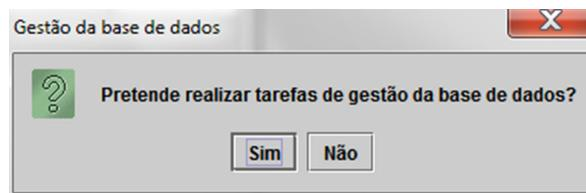
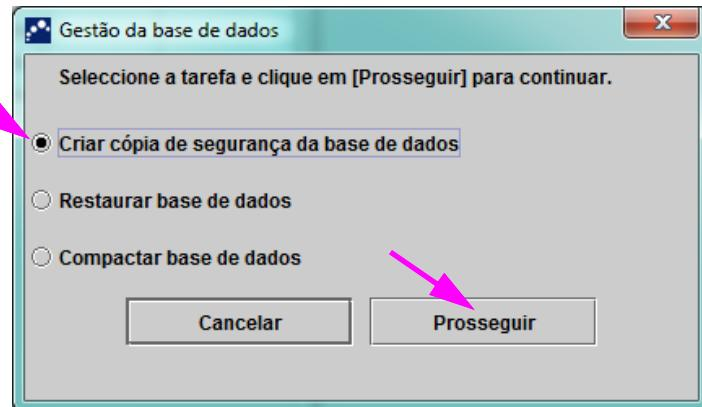

Figura 2-99. Caixa de diálogo Gestão da base de dados
Figura 2-100. Caixa de diálogo Gestão da base de dados
- Se a caixa de **Lembretes de gestão da base de dados** na caixa de diálogo Configuração do sistema (consulte a figura 2-77) não estiver marcada, a caixa de diálogo Gestão da base de dados (consulte a figura 2-99) não é apresentada e não é necessário realizar mais nenhuma ação. O software será fechado quando clicar no botão **Sair** na secção 2.17.1, passo 3, e pode então avançar para a Secção 2.17.1.3 para completar a sequência de encerramento.
- Se a caixa de **Lembretes de gestão da base de dados** da caixa de diálogo Configuração do sistema (consulte a figura 2-77) estiver marcada, a caixa de diálogo Gestão da base de dados (consulte a figura 2-99) será então apresentada por cima da janela GeneXpert Dx System, perguntando se pretende realizar tarefas de gestão da base de dados.
- A. Se clicar em **Não** na caixa de diálogo Gestão da base de dados (consulte a figura 2-99), o software GeneXpert Dx fecha-se e pode avançar para a Secção 2.17.1.3 para completar a sequência de encerramento.
- B. Se clicar em **Sim** na caixa de diálogo Gestão da base de dados (consulte a figura 2-99), ser-lhe-á pedido que seleccione a tarefa a realizar (consulte a figura 2-100).
Dependendo dos privilégios do utilizador, as quatro opções (ou algumas delas) na caixa de diálogo Gestão da base de dados poderão não estar visíveis. Consulte a figura 2-100.